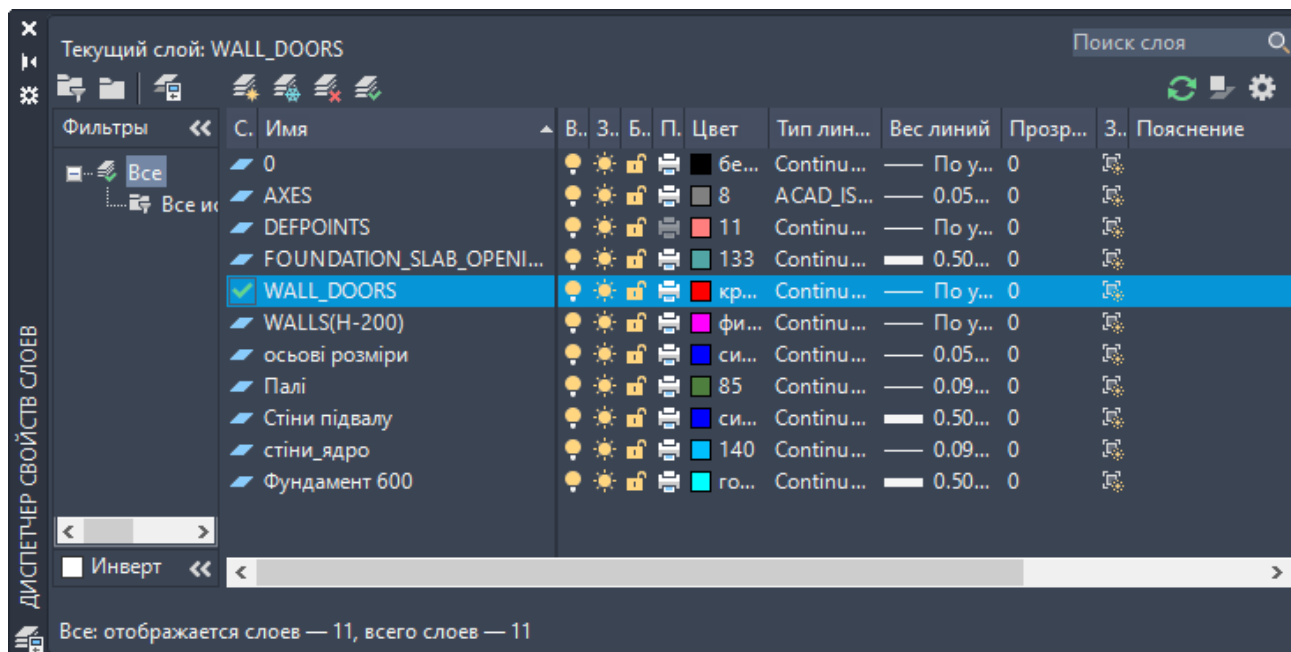

Рис. 14.8. Диспетчер властивостей шарів AutoCAD і новий шар WALL\_DOORS
- У розкритому списку виберіть команду – **Новий шар дверних прорізів**. У **Диспетчері властивостей шарів AutoCAD** (рис. 14.8) створиться новий шар **WALL\_DOORS** і автоматично призначиться поточним.